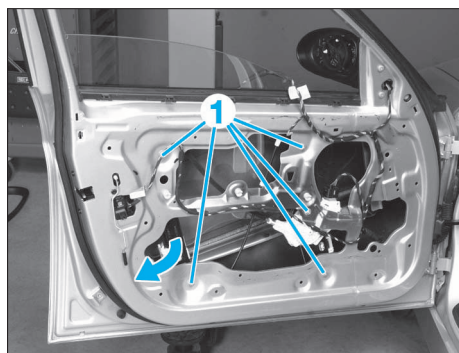

FIG. 60
- Déposer les écrous (1) de fixation du mécanisme de lève-vitre (Fig.60).